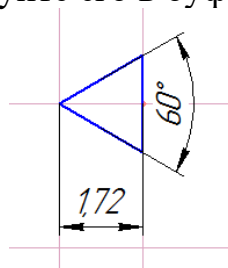

Рисунок 19 – Эскиз треугольника
1. Создайте новый документ Фрагмент. Создайте эскиз треугольника во фрагменте (рисунок 19). Скопируйте его в буфер обмена.